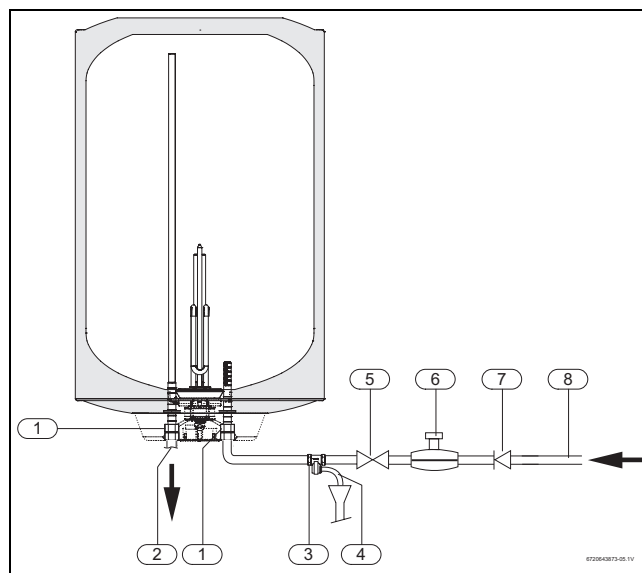

Fig. 7 Ligação de água
- Instalar a válvula de segurança na entrada de água do termoacumulador (→ Fig. 7).
Se a pressão de entrada de água for superior a 80% da pressão máxima do termoacumulador (8 bar), ou seja 6.4 bar, instalar uma válvula redutora (→ Fig. 7).
De forma a evitar problemas provocados por alterações de pressão súbitas na alimentação, aconselha-se a montagem de uma válvula anti-retorno a montante do termoacumulador (→ Fig. 7, [7]).
- ▶ Fechar a válvula de corte de água (→ Fig. 7).